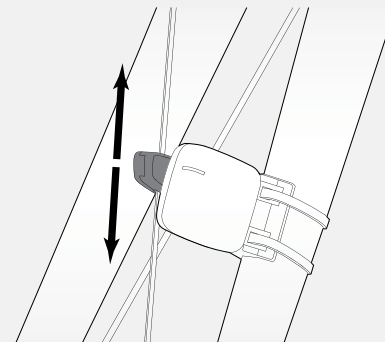
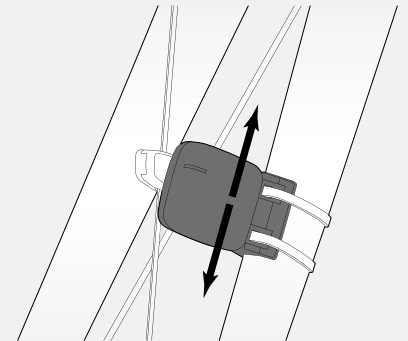

Abbildung 28. Ausrichtung des Magneten.
Abbildung 31. Geschwindigkeitssensor an der Gabel.
3. Schieben Sie den Magneten an der Speiche nach oben oder nach unten, um ihn am Sensor auszurichten (Abbildung 28).
1. Positionieren Sie den Sensor am Gabelbein (Abbildung 31) oder an der Kettenstrebe, um die richtige Ausrichtung am Magneten zu erreichen (Abbildung 28). Verändern Sie bei Bedarf die Position des Magneten.